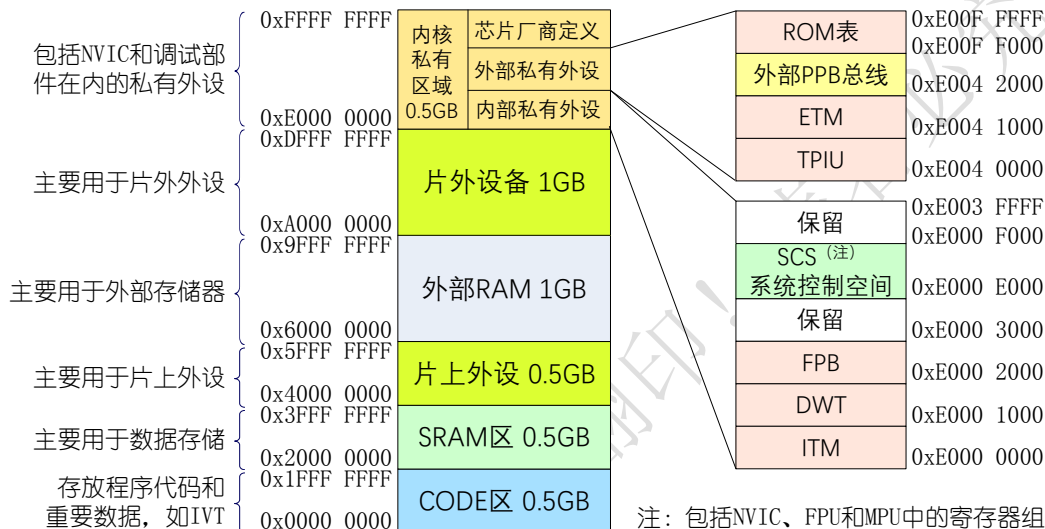
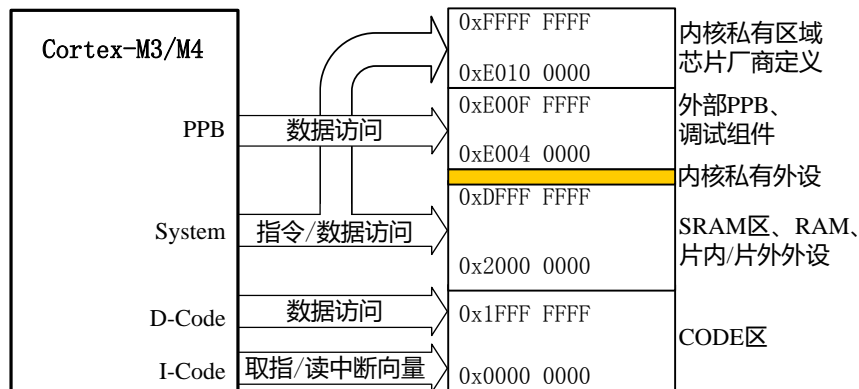

图 5.19 Cortex-M 系列处理器的存储器映射
图 5.21 四条总线的访问区域
所有基于 ARMv7-M 的 Cortex-M 系列处理器，都采用图 5.19 所示的存储器映射关系方式。Cortex-M 系列处理器将 4GB 地址空间分成以下几个区域：
此外，Cortex-M 系列处理器中各种调试组件，如 ITM、DWT、FPB、TPIU、ETM 和 ROM 表，也都映射在图 5.19 所示的内部私有外设以及外部私有外设子区域。在所有 Cortex-M 系列处理器中，映射到内核私有区域的各类寄存器都有相同地址。这种统一的地址映射方案有助于提高基于 Cortex-M 设备之间的软件可移植性和代码可重用性。
- ❑ APB/PPB（Private Peripheral Bus），32 位 APB 总线，负责连接 0xE004 0000~0xE00F FFFF 之间的外部私有外设。从图 5.19 所示的内存映射表中可以看出，在外部私有外设子区域中，有一部分空间已被 ETM、TPIU 等调试组件所占用，只有 0xE004 2000~0xE00F EFFF 之间可用于外部私有设备连接。但是，该总线是专用的，一般不用于普通外设，否则将会因特权管理问题出现各种错误。该接口包含了一条名为“PADDR31”的信号，以标识发起传送的“源”方。若该信号为 0，则表示是内部软件发起的传送操作；若为 1，则表示是调试硬件产生了传送操作。外设可以根据这个信号有选择地作出响应。例如，只响应调试硬件发起的请求，或者只部分响应软件发起数据传送请求。
以上 I-Code、D-Code、System 和 PPB 四条总线所能访问的区域如图 5.21 所示。注意到 0xE000 0000~0xE003 FFFF 是内核私有外设（参见图 5.19）区域，CPU 对该区域的访问不经过